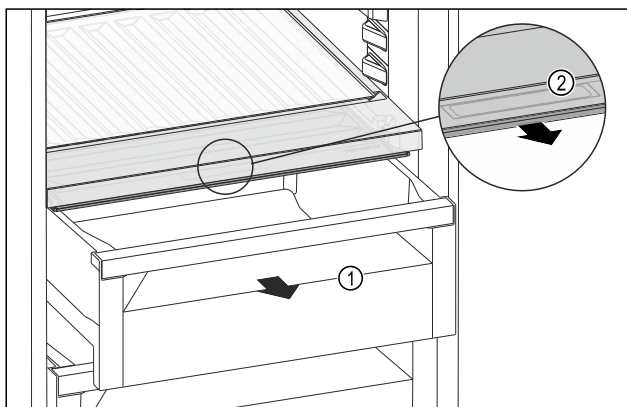

Fig. 116
- ▶ Извлеките выдвижной ящик Fig. 116 (1).
- ▶ Возьмитесь за уплотненную ручку Fig. 116 (2) на крышке отделения и одновременно потяните крышку отделения вперед.